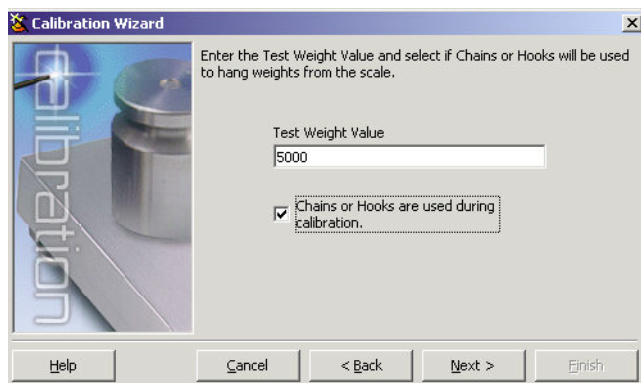

Figura 4-5. Pantalla de valor de peso de prueba del iRev
3. Ingresar el valor de la pesa de prueba que se utiliza para calibrar la báscula (ver la Figura 4-5). Si se utilizan cadenas o ganchos para sostener las pesas, señale en la casilla de selección debajo de la entrada del valor de la pesa de prueba. Esto añade un paso de puesta de nuevo en cero a la secuencia de calibración.